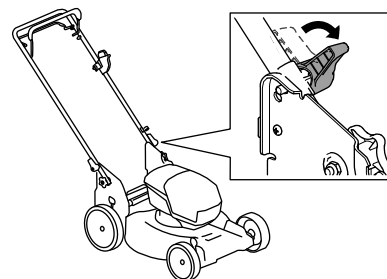

Figura 17
3. Decuplați închizătoarele mânerului (Figura 17).